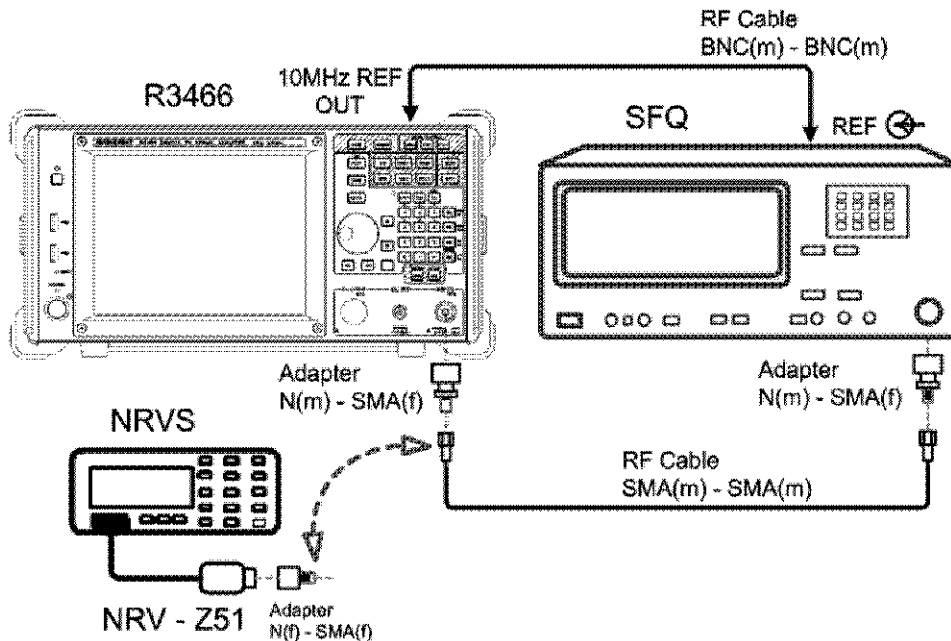

図 2-15 ISDB-T 電界強度レベル確度試験
1. 機器を図 2-15 のように接続します。R3466N の場合は、Adapter の後に 50 to 75 Ω 変換器を使用し、センサも 75 Ω のものを使用します。
6. パワー・センサを図 2-15 のように接続します。